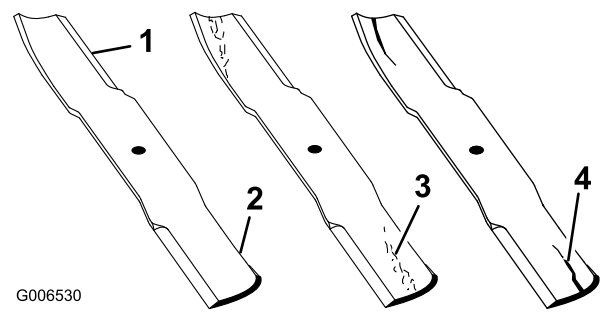

Figure 43
1. Examinez le tranchant des lames (Figure 43).
2. Inspectez les lames, surtout la partie relevée (Figure 43).
Remarque: Remplacez immédiatement toute lame endommagée, usée ou qui présente une entaille (repères 3 et 4 de la Figure 43).